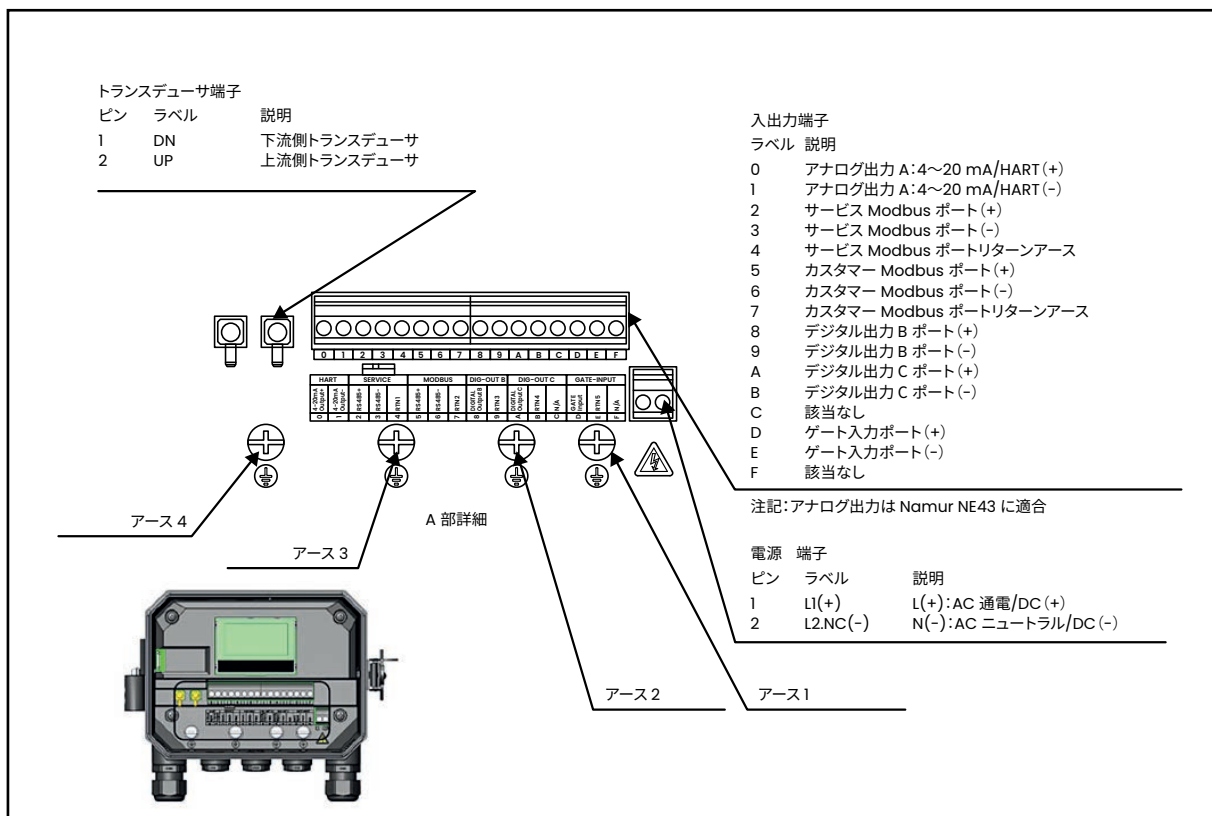
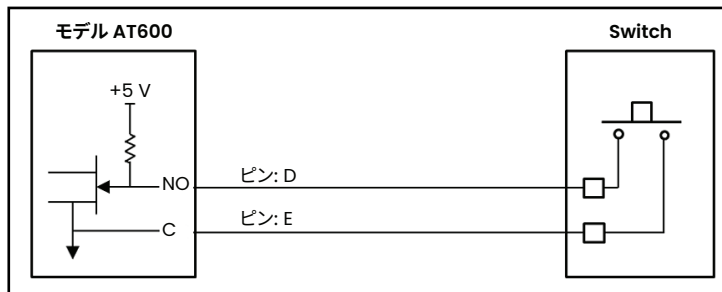
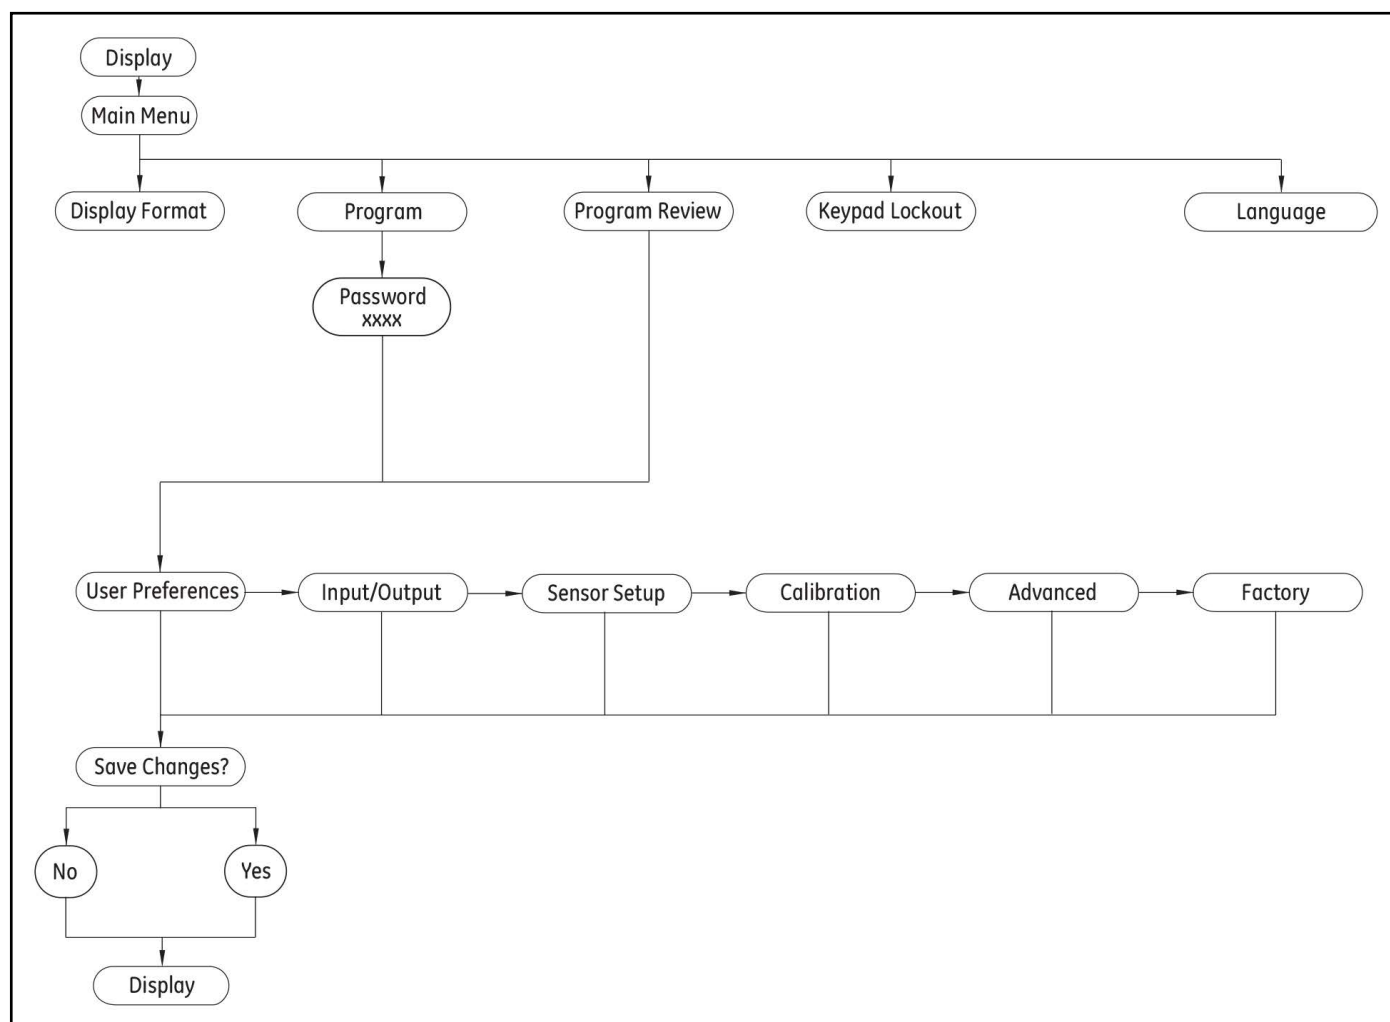

図 23：配線図
図 28: ゲート入力の配線
図 29：メインメニューマップ
- 2.** 19 ページの図 23 のように、電源ケーブルとトランスデューサケーブルを AT600 に接続します。
このセクションには、AT600 流量計に必要なすべての電気接続を行うための手順が記載されています。メーターの全体の配線図は、以下の図 23 を参照してください。
19 ページの図 23 を参照して端子ブロックの位置を確認し、以下の手順でライン電源を接続してください。
2. アースリード線を、電子機器筐体の底面パネルにある内部アース接続部（GROUNDING 1）に接続します（19 ページの図 23 を参照）。
3. 19 ページの図 23 のように、ニュートラル AC リード線（またはマイナス DC リード線）を L2/N (-) に、AC ラインリード線（またはプラス DC リード線）を L1 (+) に接続します。
2. 19 ページの図 23 に示すように、ケーブルの黄色の DN ジャケット付きケーブルコネクタを DN 端子に接続し、ケーブルの白い UP ジャケット付きケーブルコネクタを UP 端子に接続します。
3. 端子ブロック I/O の位置について 19 ページの図 23 を参照し、上記の図のように端子ブロックを配線します。
Modbus RS485 シリアルポートを配線するには、上記 19 ページの図 23 を参照し、以下の手順に従ってください。
AT600 は、最大 2 つのデジタル出力を装備できます。これらの出力のそれぞれを、積算計、周波数、またはアラーム出力として構成できます（手順については、51 ページの "デジタル通信のプログラミング" を参照）。各積算計 / 周波数 / アラーム出力には、ツイストペアケーブルが必要です。23 ページの図 23 と以下の図 28 に示す端子ブロックを配線します。
ゲート入力を配線するには、19 ページの図 23 および以下の図 29 を参照し、次の手順に従ってください。